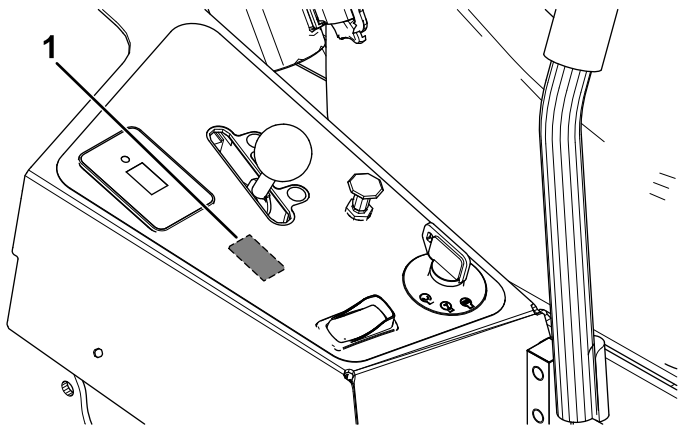

Figura 5
1. Recorte el hueco marcado en la pegatina del panel de control para el interruptor basculante del faro (Figura 5).